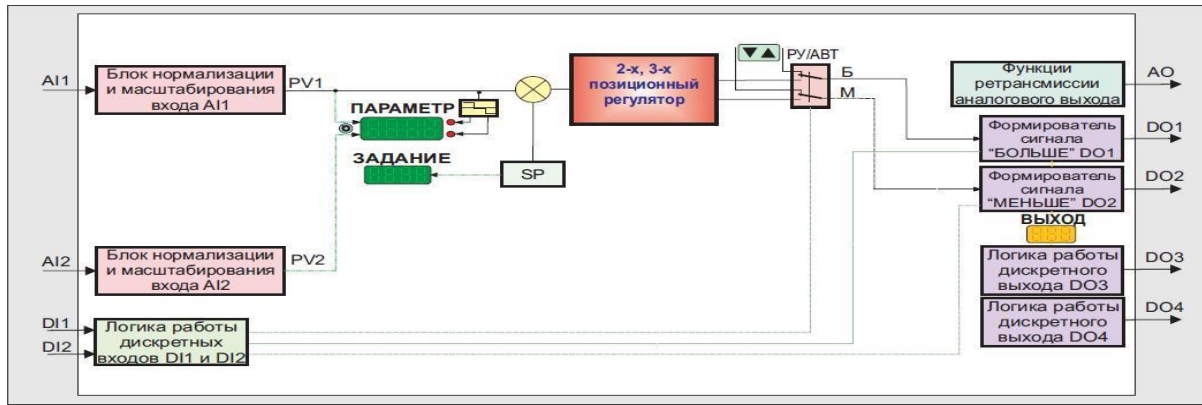

Рисунок 3.3 – Структурная схема 2-х, 3-х позиционных регуляторов
- 2-х позиционный (рис. 3.3)
- 3-х позиционный (рис. 3.3)